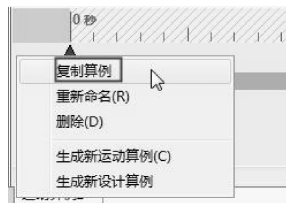

图 8-98 复制算例
- 16 在软件窗口底部的【运动算例 1】标签单击右键，选择快捷菜单中的【复制算例】命令，将运动算例整个项目复制，如图 8-98 所示。